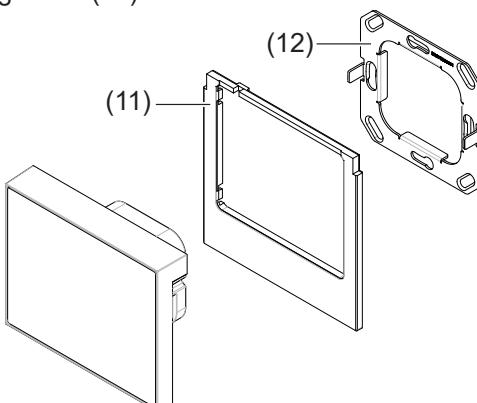

Figura 10: montaggio
- Inserire il cavo preconfezionato in dotazione nella presa **Digital/Analog IN** (4).
- Applicare la parte posteriore della cornice design (11) e premere sui punti di fissaggio (15) fino a farla scattare.
- Posizionare l'apparecchio correttamente sull'anello di supporto in modo tale che gli alloggiamenti sull'apparecchio (13) e le punte poste sull'anello di supporto (12) siano perfettamente sovrapposte (figura 10).
- Premere lentamente l'apparecchio sull'anello di supporto (12) fino a quando le molle di serraggio (16) si innestano nell'anello di supporto e i punti di fissaggio magnetico (14) fissano ulteriormente l'anello di supporto.